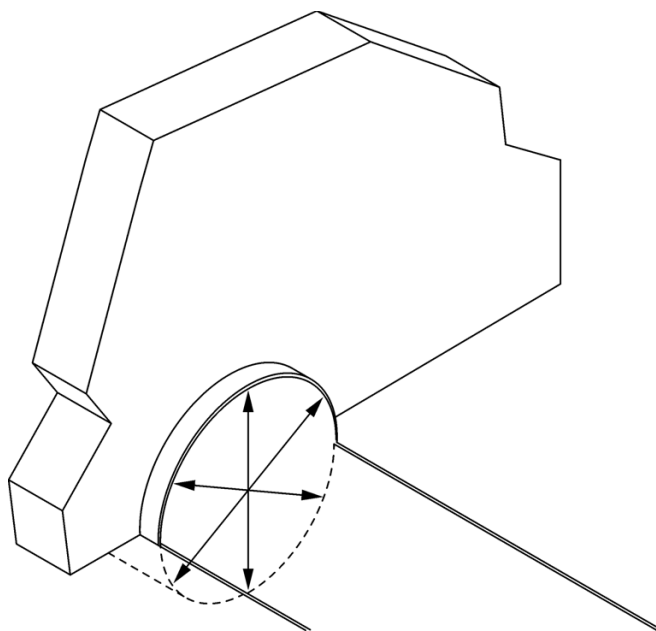

Figura 17 Medición del diámetro del conducto
1. Mida el diámetro interior del conducto (I.D.) en tres puntos (Figura 17). Asegúrese de que las mediciones sean precisas.